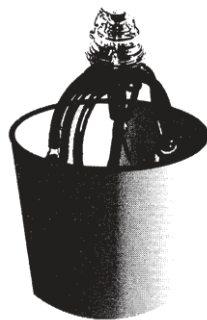

Figura 11
- 4.3. La spălarea aparatului de muls trebuie folosită apă caldă. Acest lucru se realizează prin punerea garniturilor în apă caldă și pornirea aparatului ca pentru muls. (Figura 11)